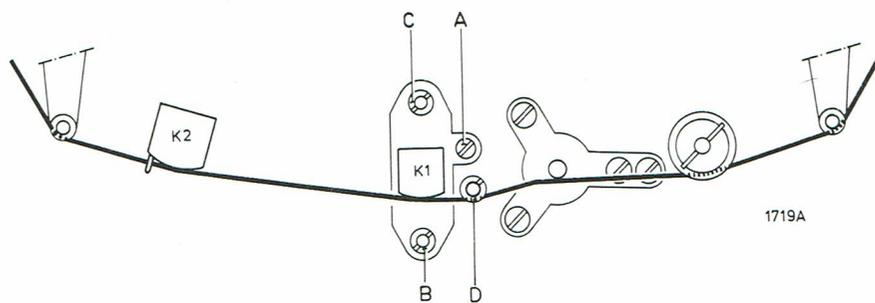

Fig. 9
### 1. Réglage de la tête d'enregistrement/reproduction (voir fig. 9 et 29)
- Placer le gabarit de réglage dans l'appareil de la façon décrite, fig. 9.